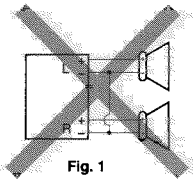
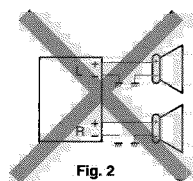
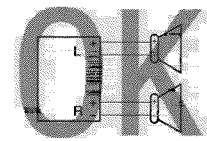

Fig. 1
Fig. 2
Fig. 3
- If the speaker wiring in your car is as illustrated in Fig. 1 and Fig. 2 below, DO NOT connect the unit using that original speaker wiring. If you do, the unit will be seriously damaged. Redo the speaker wiring so that you can connect the unit to the speakers as illustrated in Fig. 3.
- If the speaker wiring in your car is as illustrated in Fig. 3, you can connect the unit using the original speaker wiring in your car.
- Ist die Lautsprecherverdrahtung wie unten in "Fig. 1" und "Fig. 2" abgebildet, das Gerät NICHT mit dieser Originalverdrahtung der Lautsprecher anschließen, da sonst das Gerät schwer beschädigt wird. Die Lautsprecherverdrahtung erneuern, so daß Sie das Gerät an den Lautsprechern wie in "Fig. 3" abgebildet anschließen können.
- Ist die Lautsprecherverdrahtung in Ihrem Auto wie in "Fig. 3" abgebildet, können Sie das Gerät mit dieser Originalverdrahtung der Lautsprecher in Ihrem Auto anschließen.
- Si le câblage des enceintes de votre voiture est réalisé comme montré sur la Fig. 1 ou Fig. 2 ci-dessous, NE CONNECTEZ PAS l'appareil en utilisant ce câblage original d'enceintes. Si vous le faites, l'appareil sera sérieusement endommagé.
- Recommencez le câblage des enceintes de façon que vous puissiez connecter l'appareil aux enceintes comme montré sur la Fig. 3.
- Si le câblage des enceintes de votre voiture est comme montré sur la Fig. 3, vous pouvez connecter l'appareil en utilisant ce câblage original d'enceintes pour votre voiture.
■ Removing the front chassis (See Fig.1)
■ Removing the heat sink (See Fig.2)